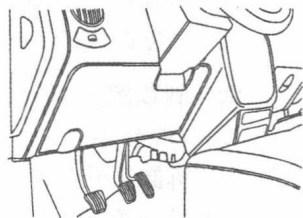

图 1-12 用螺钉安装装饰板
- (1) 必要时，安装新的制动踏板盖板。
- (2) 在踏板轴上涂抹润滑脂。
- (3) 将制动踏板放置到踏板至仪表板的托架和踏板轴上。
- (4) 将螺母放到踏板安装轴上。
- (5) 用销和卡环将推杆安装至踏板。
- (6) 将轴上的弹簧安装到原来位置。
- (7) 将停车灯开关和插接器总成拧入踏板托架内, 以连接该总成。
- (8) 用螺钉安装装饰板, 如图 1-12 所示。